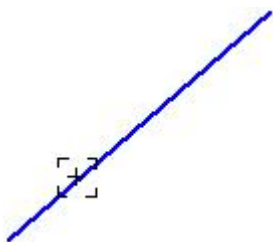

Рис. 62
1. Необхідно курсор встановити на об'єкті (рис. 62).